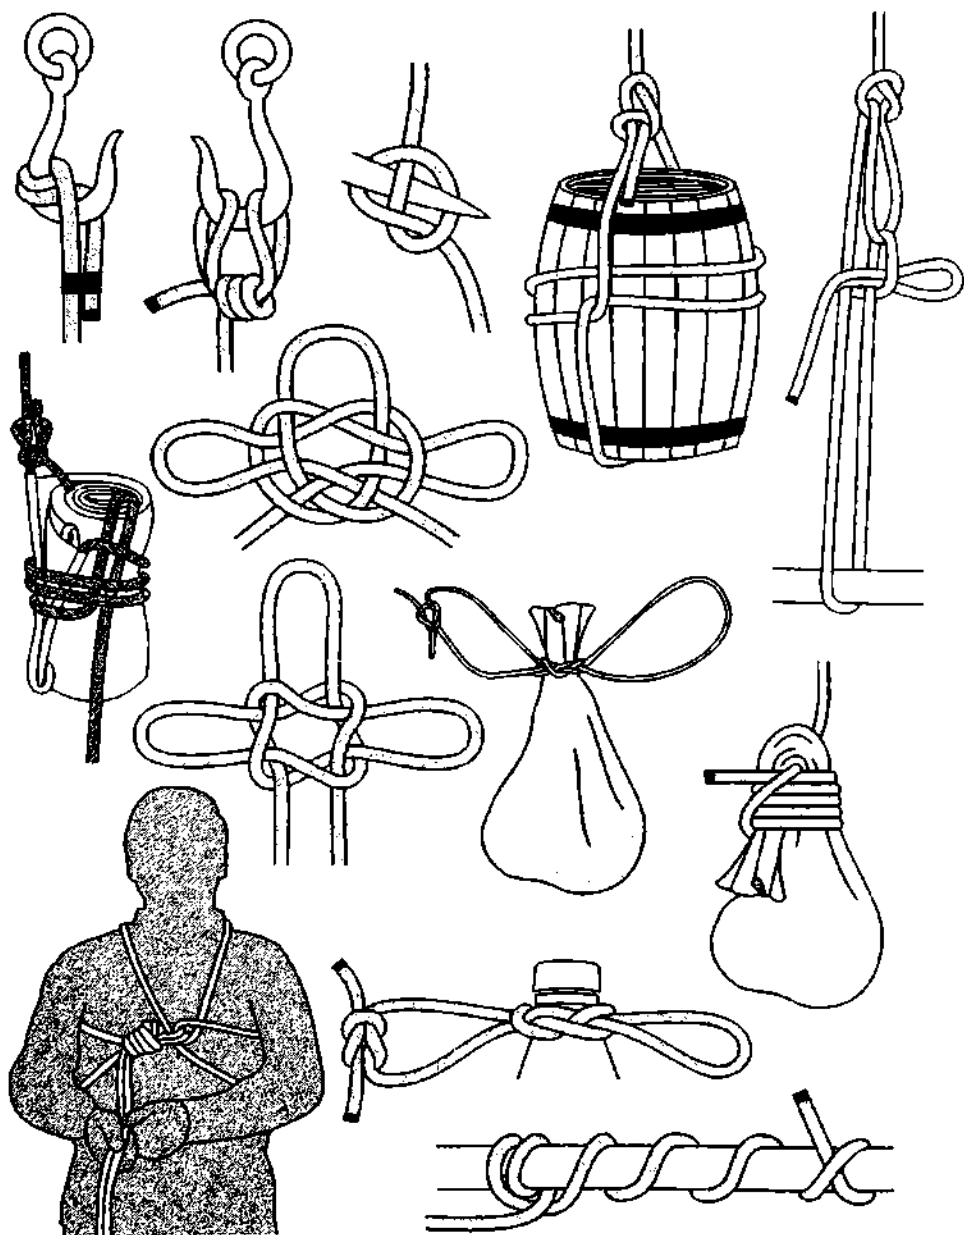

Рис. 947. Узлы специального назначения.
**Узел специального назначения** – это узел, который применяется в основном только для какой-то одной определённой цели (рис. 947). Это не особый тип узла, он может относиться и к петлям, и к узлам для крепления к опоре, и к узлам для укорачивания троса и т. д.